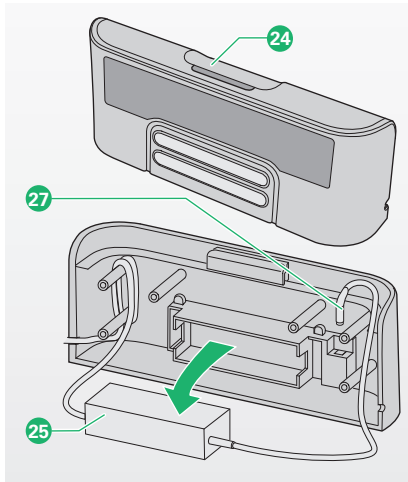

Bild 2.7 Netzteil aus Basisstation entnehmen
- Nehmen Sie das Netzteil **25** und die Kabel aus der Basisstation (Bild 2.7 „Netzteil aus Basisstation entnehmen“ auf Seite 18).